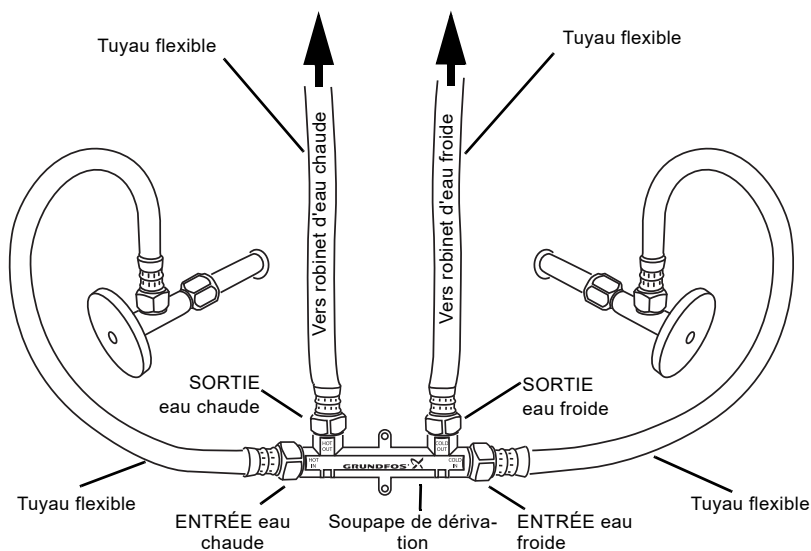

Fig. 5 Brancher la soupape de dérivation, les tuyaux flexibles et les raccords, comme indiqué
1. Raccorder les tuyaux flexibles aux ports de la soupape de dérivation marqués « HOT OUT » et « COLD OUT ». Voir fig. 5.
2. Raccorder les tuyaux flexibles aux ports de la soupape de dérivation marqués « HOT IN » et « COLD IN ». Voir fig. 5.
3. Raccorder le raccord de tuyau du port « HOT OUT » de la soupape de dérivation au côté gauche du robinet. Voir fig. 5. Si vous vous raccordez à une connexion de 3/8", utilisez des adaptateurs. Les adaptateurs sont fournis avec les pompes avec un code de date de production de 1841 [PC (année) (semaine)] ou plus tard sur la plaque signalétique de la pompe.
4. Raccorder le raccord de tuyau du port « COLD OUT » de la soupape de dérivation au côté droit du robinet. Voir fig. 5. Si vous
vous raccordez à une connexion de 3/8", utilisez des adaptateurs. Les adaptateurs sont fournis avec les pompes avec un code de date de production de 1841 [PC (année) (semaine)] ou plus tard sur la plaque signalétique de la pompe. Raccorder le raccord de tuyau du port « HOT IN » de la soupape de dérivation à la vanne d'arrêt d'angle gauche. Voir fig. 5.
5. Raccorder le raccord de tuyau du port « COLD IN » de la soupape de dérivation à la vanne d'arrêt d'angle droit. Voir fig. 5.